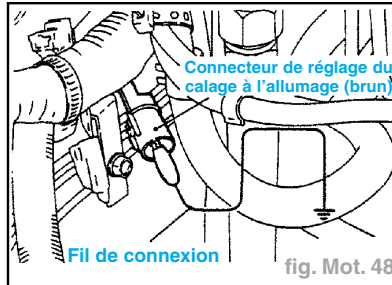

fig. Mot. 48
- Déposer le connecteur d'étanchéité du connecteur de réglage de calage de l'allumage (brun) (fig. Mot. 48).
- Déposer le connecteur femelle étanche du connecteur de réglage de calage d'allumage (fig. Mot. 48).